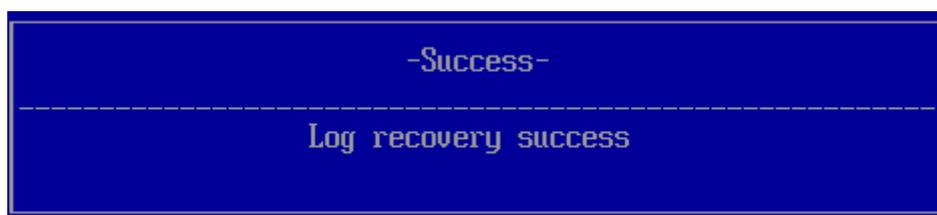

Рисунок 1.9 – Сообщение об успешном восстановлении журнала аудита
1.3.6 После завершения процедуры восстановления журнала аудита изделия на экран ЭВМ будет выведено сообщение об успешности восстановления журнала (рисунок 1.9).